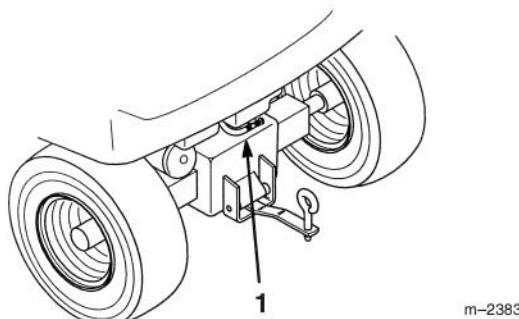

Abbildung 31
2. Den Kraftstoffhahn am Kraftstofftank schließen (Abb. 31).
7. Den Kraftstoffhahn am Kraftstofftank öffnen (Abb. 31).